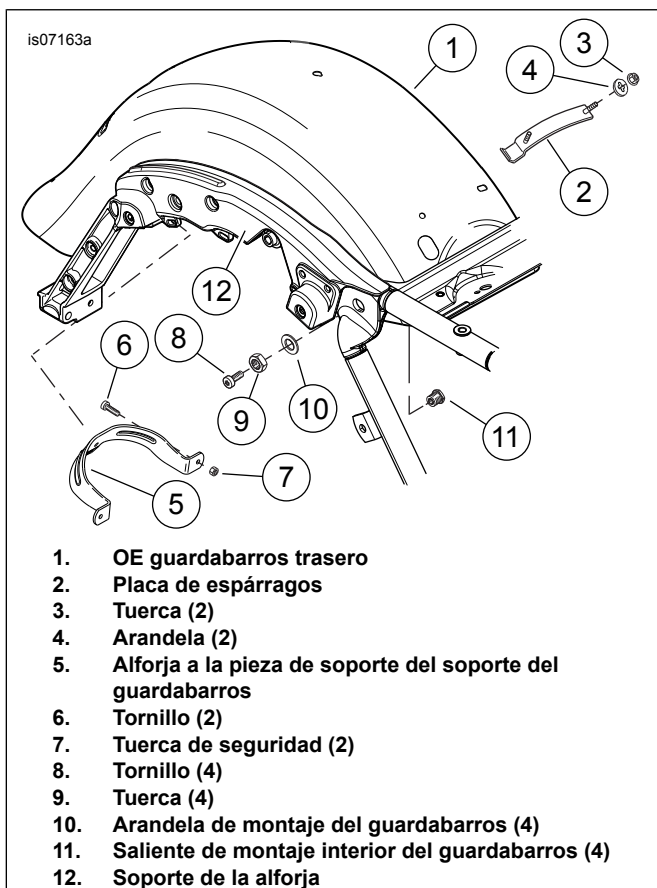

Figura 1. Quite los artículos del guardabarros trasero
2. Vea la Figura 1. Quite los siguientes artículos del Equipo original (OE) guardabarros (1). Deje a un lado para su instalación posterior al **nuevo** guardabarros:
- a. Placa de espárragos (2), dos tuercas (3) y dos arandelas (4) en la parte delantera del guardabarros.
- b. Alforja a la pieza de soporte del soporte del guardabarros (5), dos tornillos (6) y dos tuercas de seguridad (7) en la parte trasera del guardabarros.
- c. Soportes de la alforja (12).
1. Vea la Figura 1. Instale un **nuevo** saliente de montaje del guardabarros (11), desde el interior, a través de uno de los cuatro agujeros en los lados del guardabarros.
2. Coloque una arandela (10) en las roscas del saliente y sujete con una tuerca (9). Ajuste.